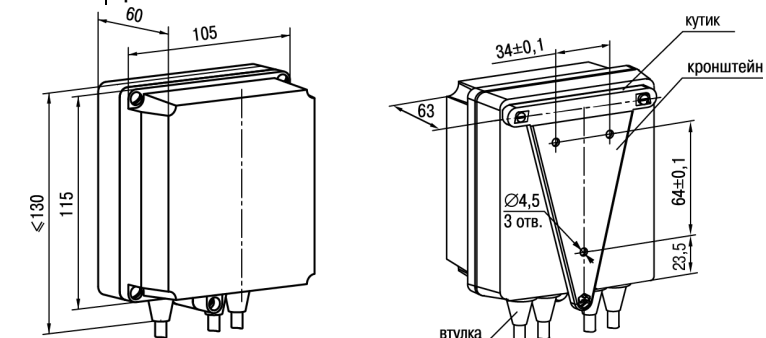

Рисунок 2 – Габаритные размеры корпуса Н
- Закрепить кронштейн тремя винтами М4 × 20 на поверхности, предназначенной для установки прибора (см. рисунок 2).